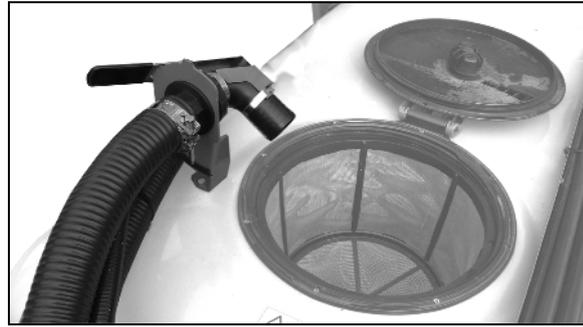

Fig. 77
- Befüllung mit freier Fließstrecke und Schwenkauslauf (Fig. 77).